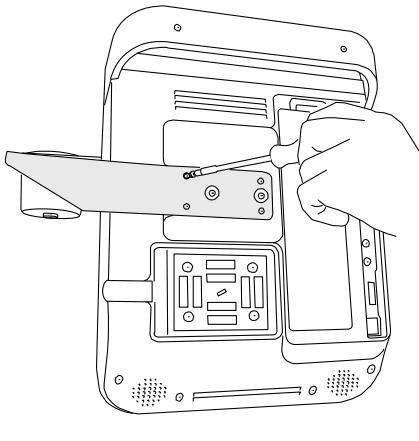

Figure 2 Serrer les vis sur le porte-sonde
- 2** À l'aide d'un tournevis cruciforme, resserrer les quatre vis. Voir Figure 2.
- ❖ Utiliser un tournevis cruciforme, desserrer les quatre vis situées à l'arrière du porte-sonde. Voir Figure 2.